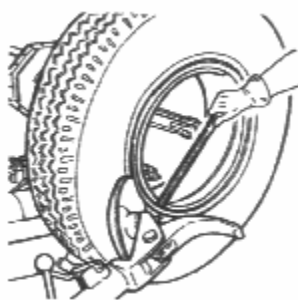

Рисунок 19
14.4. При помощи монтажки поддеть край кольца, вытянуть до верхнего края шины, затем тарельчатым диском поддеть, подтянуть, вращать против часовой стрелки ось колеса, пока прессовое кольцо не снимется (рисунок 19).